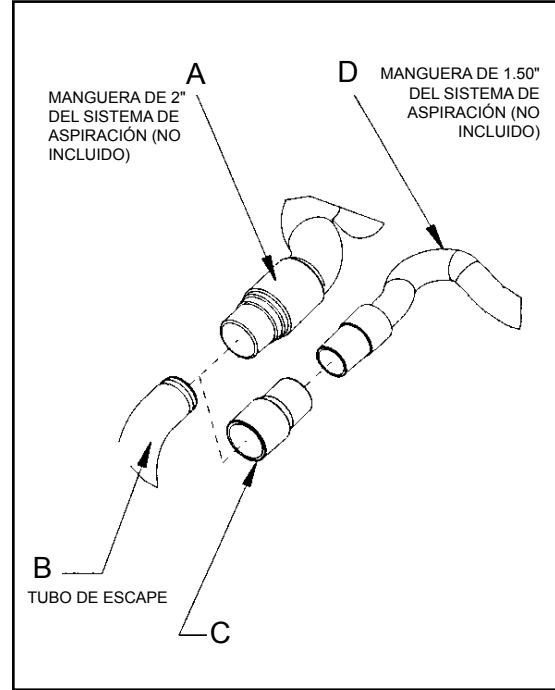

Figura 4
1. Instale el extremo de manguera de 2» (figura 4, A) directamente sobre el tubo de escape (figura 4, B).
1. Instale el adaptador del extremo de manguera de 2» x 1 1/2» (Nº de pieza 30563A) (figura 4, C) sobre el tubo de escape (figura 4, B).
2. Inserte el extremo de manguera de 1 1/2» (figura 4, D) en el adaptador (figura 4, C).